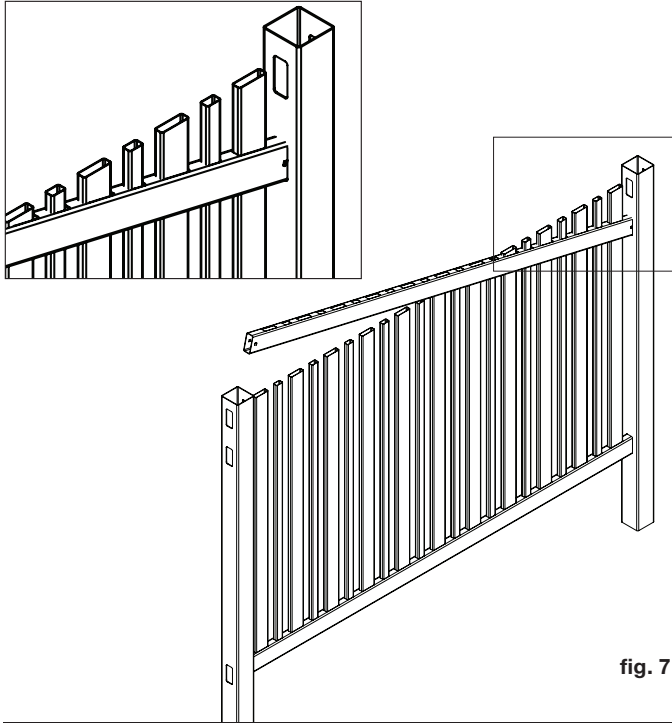

fig. 7
**ÉTAPE 5** – Une fois que tous les piquets ont été insérés, placez la traverse médiane côté canal vers le bas dans le trou central du premier poteau. Il peut être nécessaire de décaler légèrement le deuxième poteau jusqu'à ce que le rail s'insère dans le trou central (fig. 7).